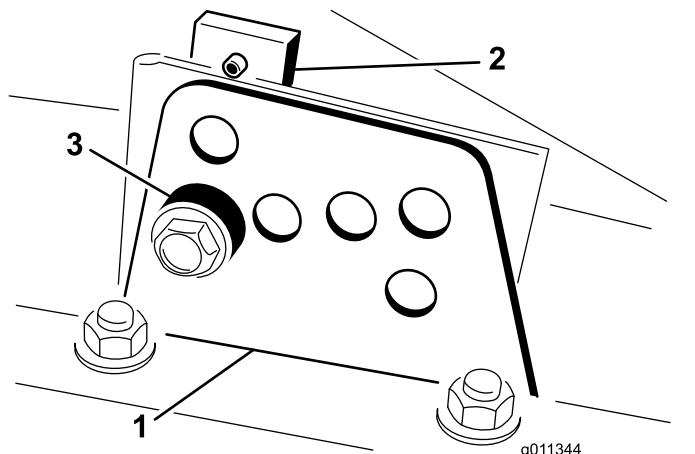

图21
2. 拧松将各剪草高度支架固定至剪草高度板的螺栓前面和两侧如图21 所示。
4. 在支撑起切割腔的同时取出隔片 (图21)。